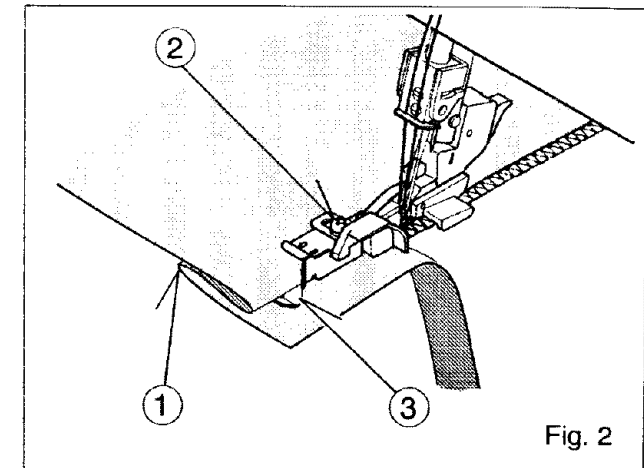
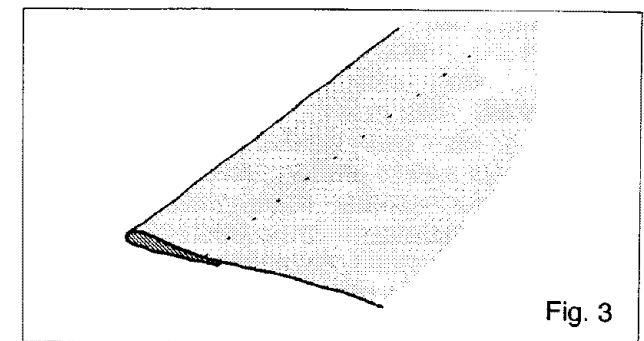

Fig. 2
Fig. 3
2. Place fabric under the presser foot with the 'wrong' side up. Feed the folded edge through the guide (3) in the front of the foot and lower the presser foot lever. Try a stitch (or several stitches) on a spare piece of the actual fabric, and adjust the guide so that the needle just catches the fold. Adjust the guide by means of the small screw (2) on the top of the foot – see Fig. 2.
3. When correctly set, sew the hem. The outside edge will be cut away by the machine – see Fig. 2. After completion, open out and press again. The stitches should be almost invisible on the 'right' of the fabric – see Fig. 3.
2. Con el tejido así, colocarlo debajo del pie prensatelas de puntada invisible, avanzar el borde plegado a través de la guía (3) enfrente del pie y bajar la palanca elevadora del pie prensatelas. Ahora coser un par de puntadas. El hilo de la aguja izquierda ha de coger la esquina del pliegue.
Si es necesario ajustar la guía mediante el tornillo (2) mostrado en la Fig. 2.
3. Cuando esté correctamente fijado, coser el pliegue. el borde exterior será cortado por la máquina (ver la Fig. 2). Después de coserlo, abrirlo, las puntadas serían prácticamente invisibles en el lado "derecho o anverso" del tejido (Fig. 3).